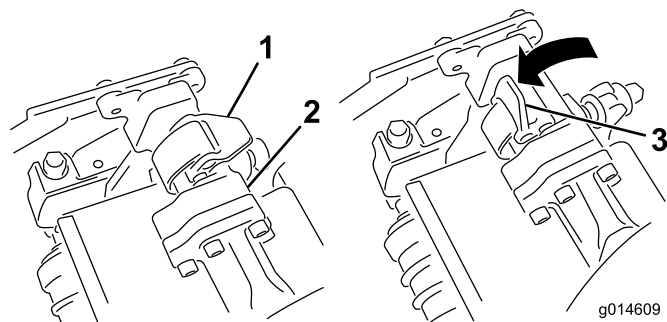
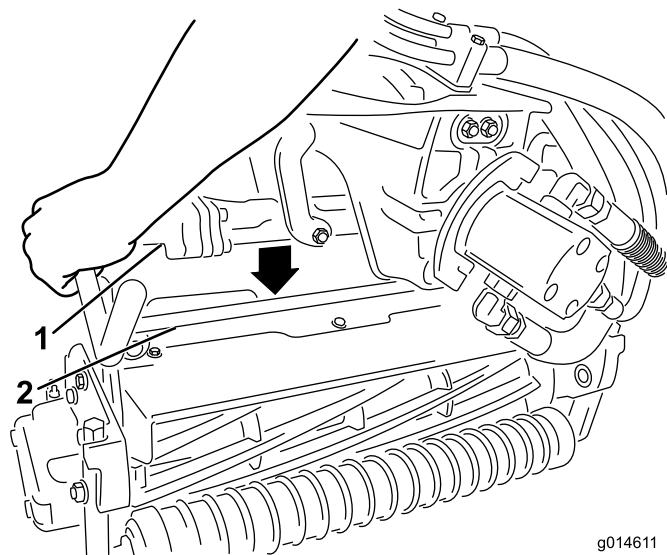

图 12
图 13
9. 当悬挂臂架上的闭锁指向上方（即打开）时（图 12），向下压悬挂臂，使悬挂臂架与滚刀组上方的支架相契合（图 13）。
10. 向下并绕着滚刀组架关闭闭锁，将它们锁定到位（图 12）。